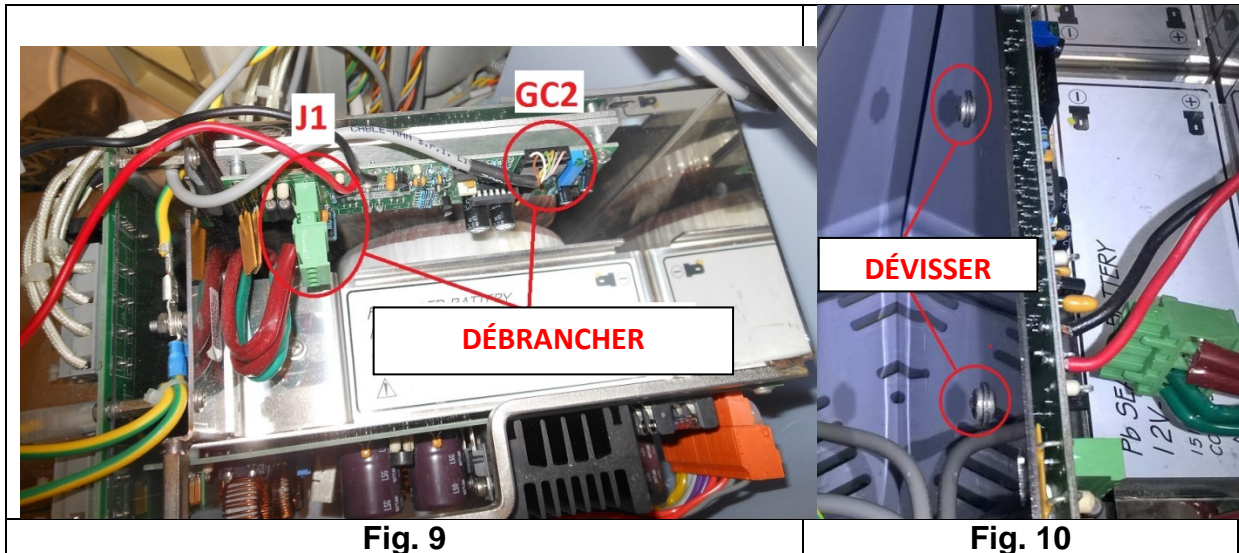

Fig. 8
- Soulevez-le et tournez-le vers l'avant (**Fig. 8**).